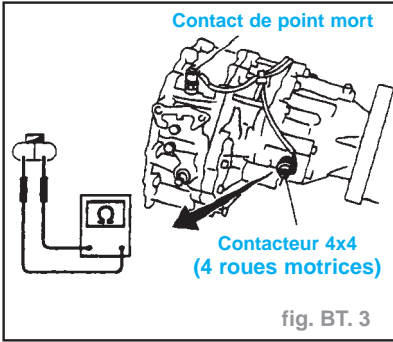

fig. BT. 3
- Mesurer la résistance du circuit à l'aide d'un ohmmètre (fig. BT. 3).